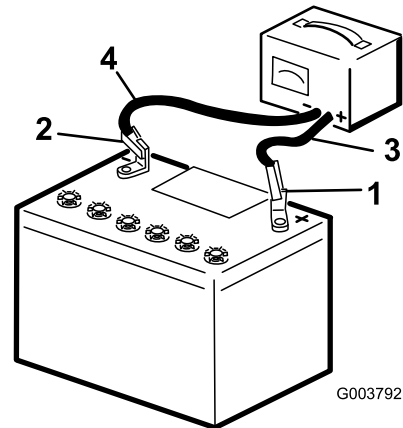

Figure 60
- Connectez le câble positif du chargeur de batterie à la borne positive de la batterie (Figure 60).
4. Branchez le câble négatif du chargeur de batterie à la borne négative de la batterie (Figure 60).
6. Quand la batterie est chargée au maximum, débranchez le chargeur de la source électrique, puis débranchez les fils du chargeur des bornes de la batterie (Figure 60).